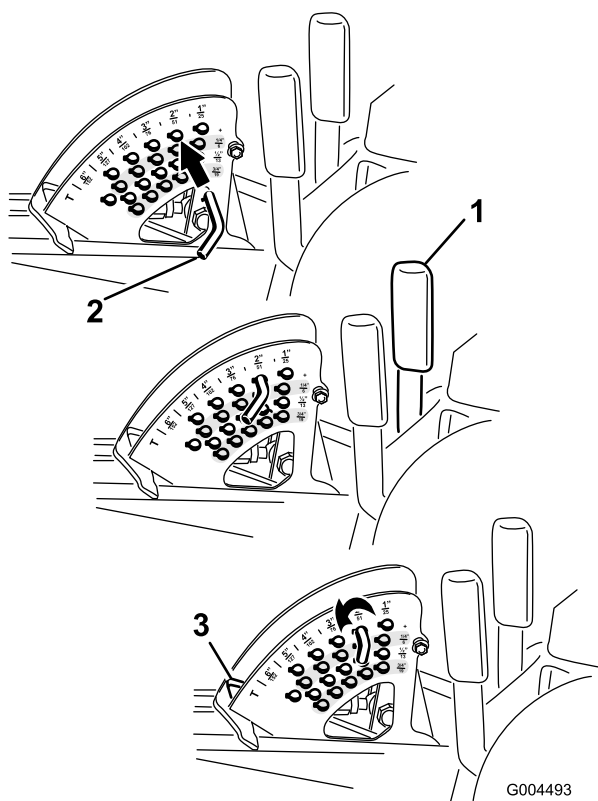

Figure 24
Remarque: Pour bloquer le plateau de coupe en position relevée, levez le plateau au-delà de la position 15 cm, retirez la goupille de butée de hauteur de coupe (voir Réglage de la hauteur de coupe), et placez-la à la position 15 cm (Figure 24).
1. Lorsque le moteur tourne, tirez le levier de commande de plateau de coupe en arrière jusqu'à ce que le plateau soit complètement relevé et **relâchez le levier immédiatement** (Figure 24).
2. Pour régler la hauteur de coupe, tournez la goupille de butée jusqu'à ce que la goupille cylindrique située à l'intérieur soit alignée sur les trous du support de hauteur de coupe et déposez-la (Figure 24).
3. Placez la goupille dans le trou du support correspondant à la hauteur de coupe voulue et tournez-la pour la verrouiller en place (Figure 24).
Remarque: Il y a quatre rangées de trous (Figure 24). La première rangée donne la hauteur de coupe indiquée au-dessus de la goupille. La deuxième rangée donne la hauteur indiquée plus 6 mm. La troisième rangée donne la hauteur indiquée plus 12 mm. La dernière rangée donne la hauteur indiquée plus 18 mm. Un seul trou, situé dans la deuxième rangée, correspond à la hauteur 15,8 cm. Il n'ajoute pas 6 mm à la hauteur de 15,8 cm.